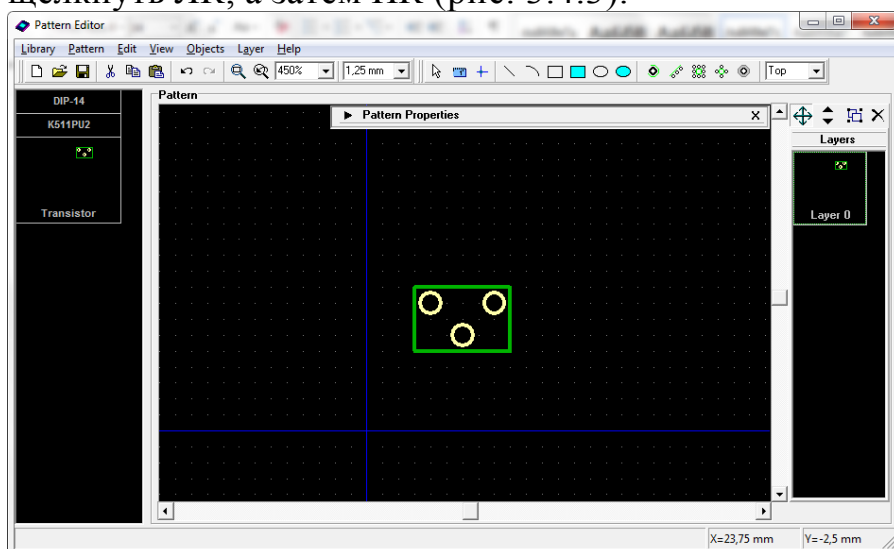

Рис. 3.4.3
5) Начертить контур микросхемы. Для этого выполнить команду **Line**. Поставить курсор в 1-ю точку (3,75; 6,25) и щелкнуть ЛК. Переместить курсор во 2-ю точку (11,25; 6,25), щелкнуть ЛК. Установить курсор в 3-ю точку (11,25; 11,25), щелкнуть ЛК. Переместить курсор в 4-ю точку (3,75; 11,25) и щелкнуть ЛК. Наконец, вновь переместить курсор в 1-ю точку (3,75; 6,25) щелкнуть ЛК, а затем ПК (рис. 3.4.3).